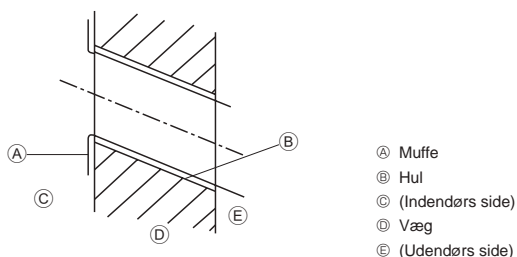

Fig. 3-3
- Ⓐ Monteringsplade ①
3.2.2. Boring af hul til rørføring (Fig. 3-3)